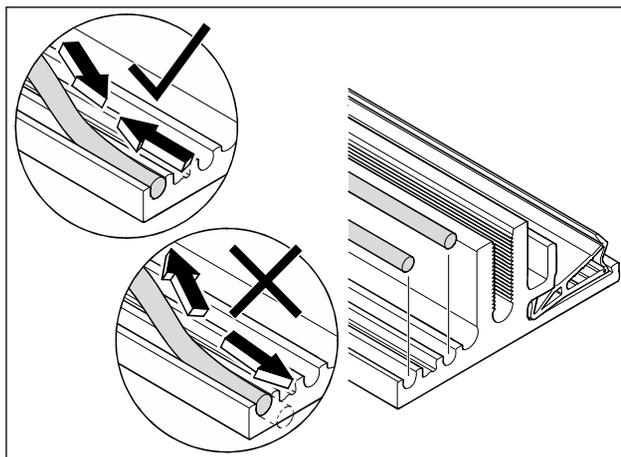

Abb. 27 Beispiel für das Anbringen von Silikondichtungen an ein Profil
2. Die Silikondichtungen ggf. bedarfsgerecht ablängen (Abb. 27).